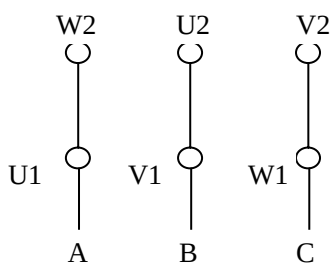
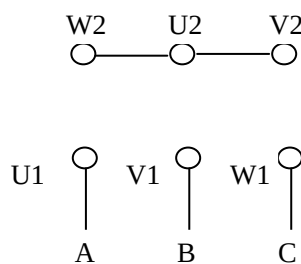

图 1 Δ 接法
图 2 Y 接法
4.3.1 电动机的接线：电动机的接线板有 6 个接线柱（或直线引接线有 6 根），分别标有 U1、V1、W1、U2、V2、W2。根据铭牌上（或接线盒内）的接线符号或接线图规定电动机可以分别接成 Δ 或 Y，具体见图 1 和图 2。